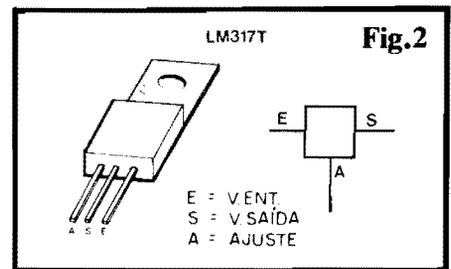

Fig. 2
- FIG. 2 - O INTEGRADO LM317-T - Assim como o já mencionado Regulador de Tensão 7805 (e toda a série "78XX" e "79XX"...), o Integrado